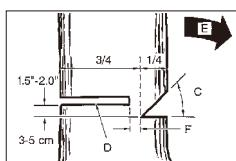

Fig. 11B
VARNING! Gå aldrig framför ett träd med riktskär. Gör fällskäret (D) från andra sidan trädet och 3-5 cm över riktskärets spets (C) (Fig. 11B)